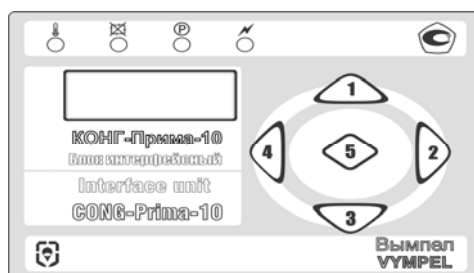

Abb. 9 Bedienungstafel des Interface-Blocks
2.7.1 Sollte eine der Tasten (rechte, linke oder mittlere – siehe Abb. 9) gedrückt werden, wird das Menü «**Regime**» angezeigt. Der Sprung aus einem Untermenü in ein anderes wird mit Tasten «**2**» und «**4**» ermöglicht. Die Verschiebung durch Punkte des Untermenüs ist mit Tasten «**1**» und «**3**» ermöglicht. Punkte des Untermenüs sind durch Drücken der Tasten «**5**» oder «**2**» zugänglich.